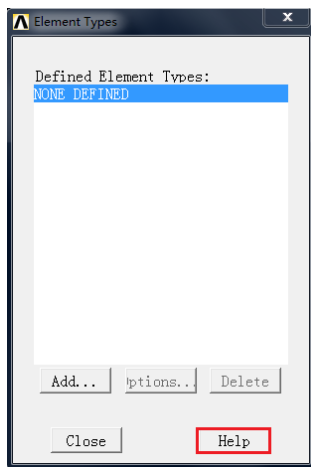

图 1-9 通过对话框启动帮助系统
(3) 在任意一个对话框中单击“Help”按钮，如图 1-9 所示。